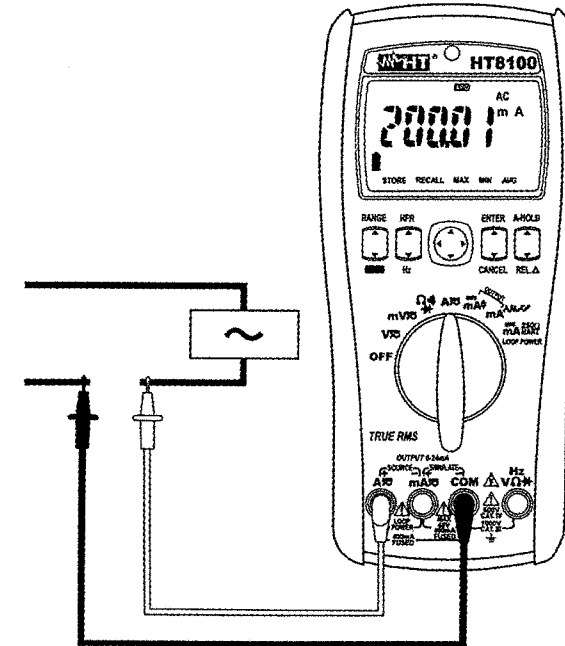

Abb. 5: Verwendung des Gerätes für Wechselstrommessung
6. Versorgen Sie den zu messenden Kreis (siehe Abb. 5). Der Stromwert erscheint auf dem Display.